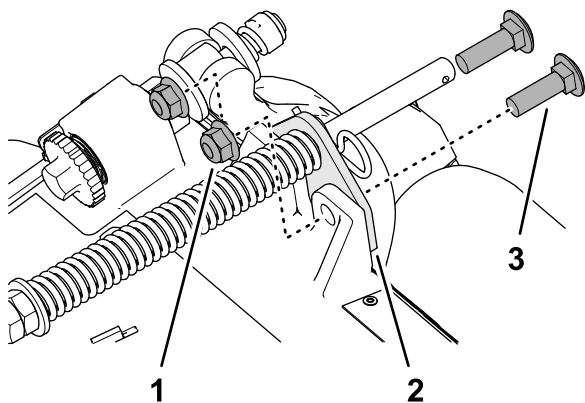

Figure 14
2. Retirez les 2 contre-écrous à embase ($\frac{3}{8}$ ") et 2 boulons de carrosserie ($\frac{3}{8}$ " x $1\frac{1}{4}$ ") qui fixent le support du compensateur au cadre de l'unité de coupe (Figure 14).